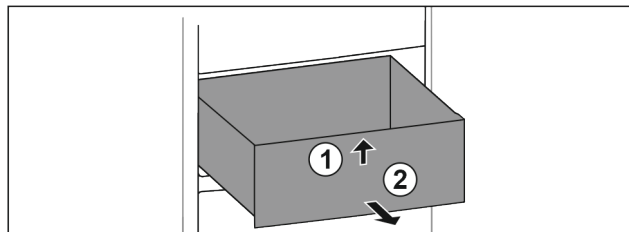

Fig. 15
- ▶ Nadzvedněte zásuvku vpředu. Fig. 15 (1)
- ▶ Vjměte zásuvku dopředu. Fig. 15 (2)